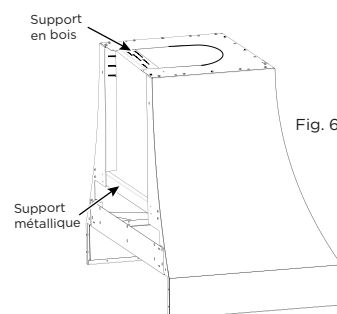

Fig. 6
12. Retirez le support supérieur en bois et le support inférieur en métal de l'Oristano. Jeter ces supports. (Fig. 6)